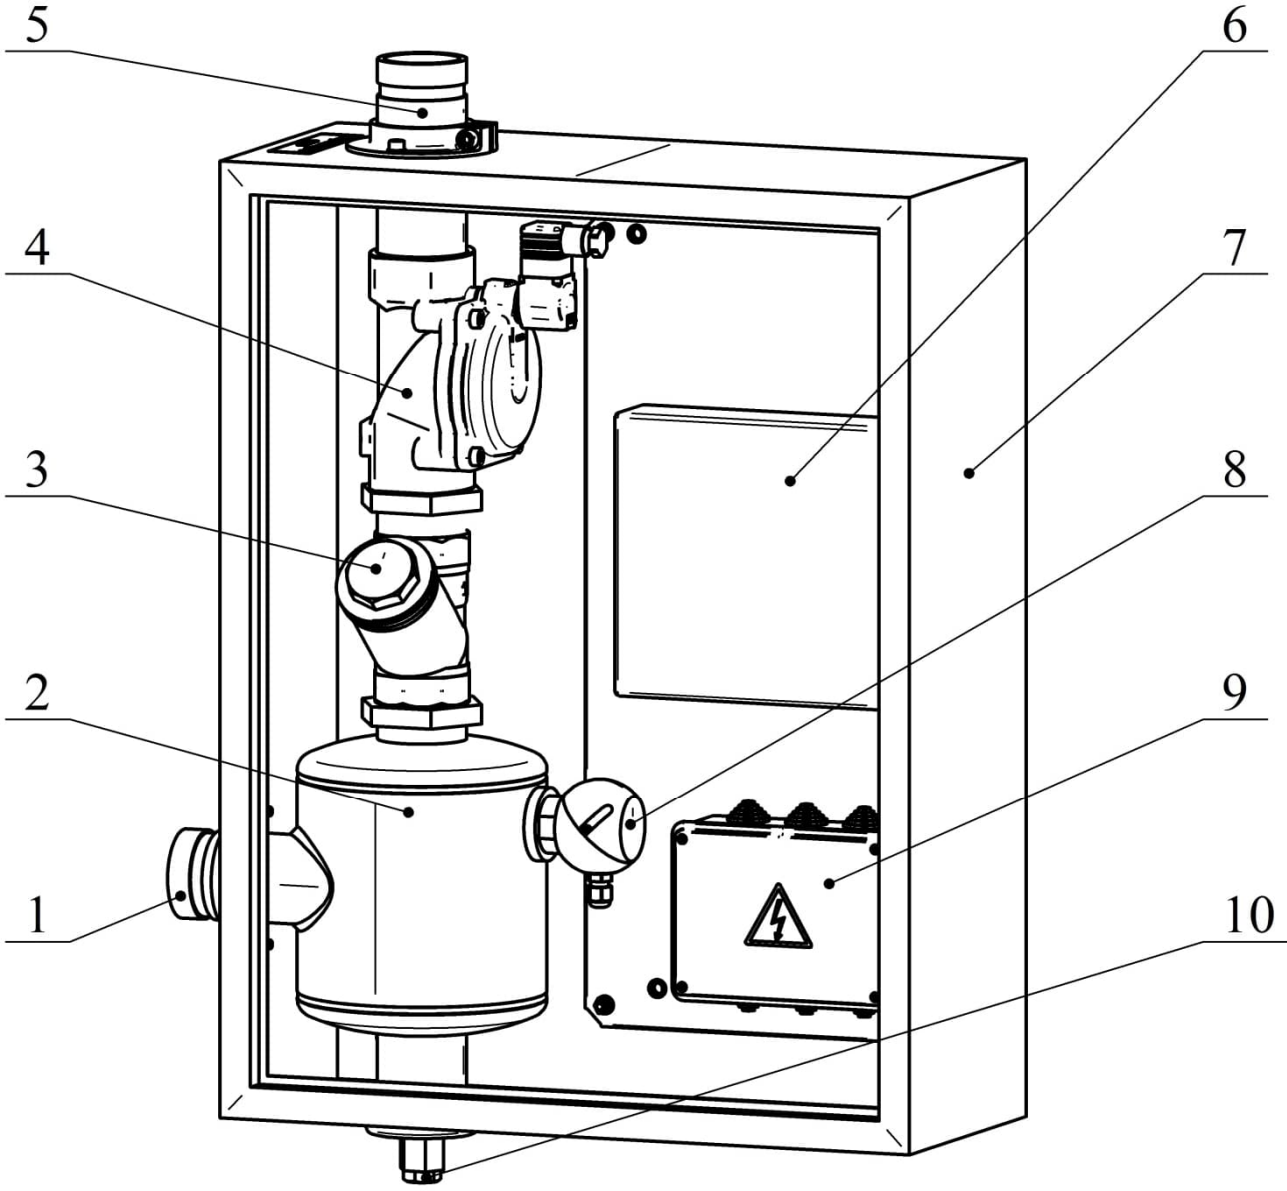

Рисунок 1 – Эксагаустер с электроприводом (дверца шкафа не показана)
- наличие напряжения питания эксгаустера (контролируется по индикации РИП 6 и УКУ 8 (рисунок 1));
- отсутствие воды в фильтре-успокоителе (контролируется по индикации УКУ 8 (рисунок 1)).
8.6.8 Снять отстойник со сливной пробкой 10 (рисунок 1) слить воду, удалить возможные загрязнения;
8.6.9 Снять фильтрующий элемент фильтра 3 (рисунок 1), удалить возможные загрязнения;
8.6.10 Снять крышку электромагнитного клапана 4 (рисунок 1), удалить возможные загрязнения;